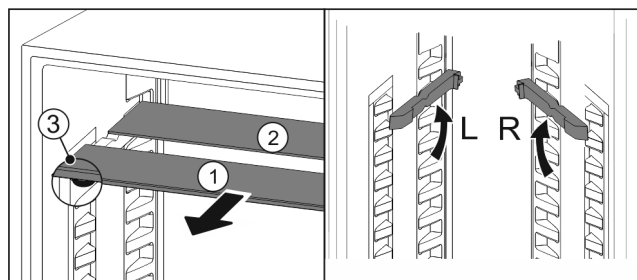

Fig. 135
- estrarre i ripiani di vetro singolarmente tirando in avanti Fig. 135 (1).
- Il piano in vetro Fig. 135 (1) con il motivo ornamentale è nella parte anteriore.
- I fermi Fig. 135 (3) sono rivolti verso il basso.